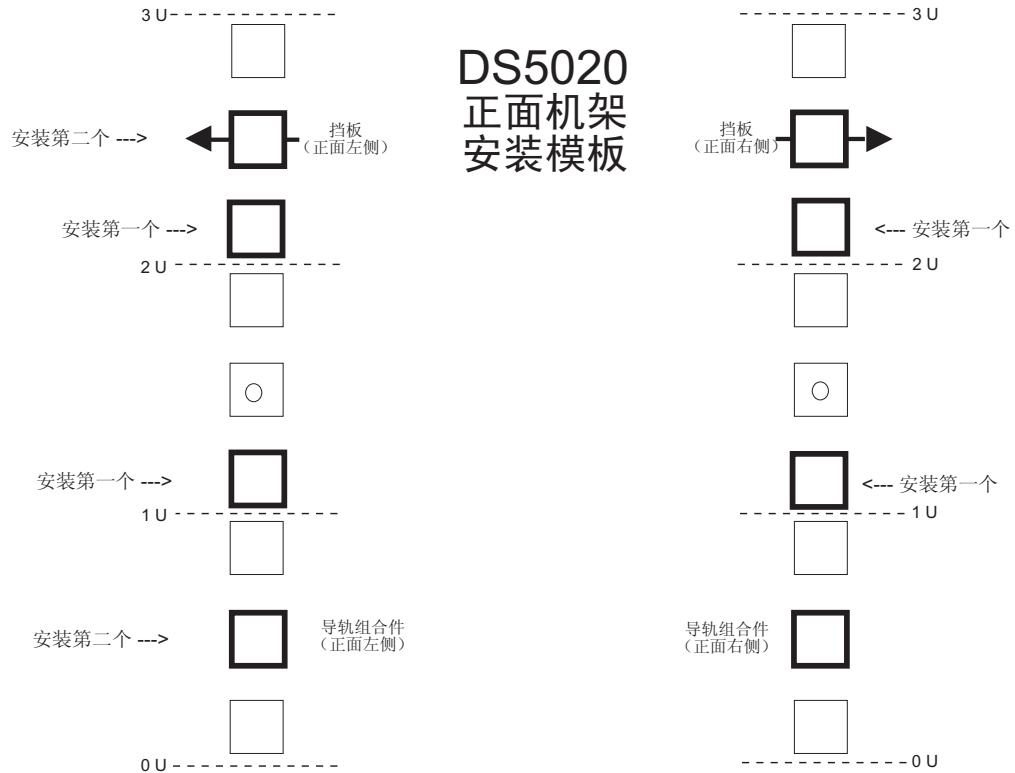
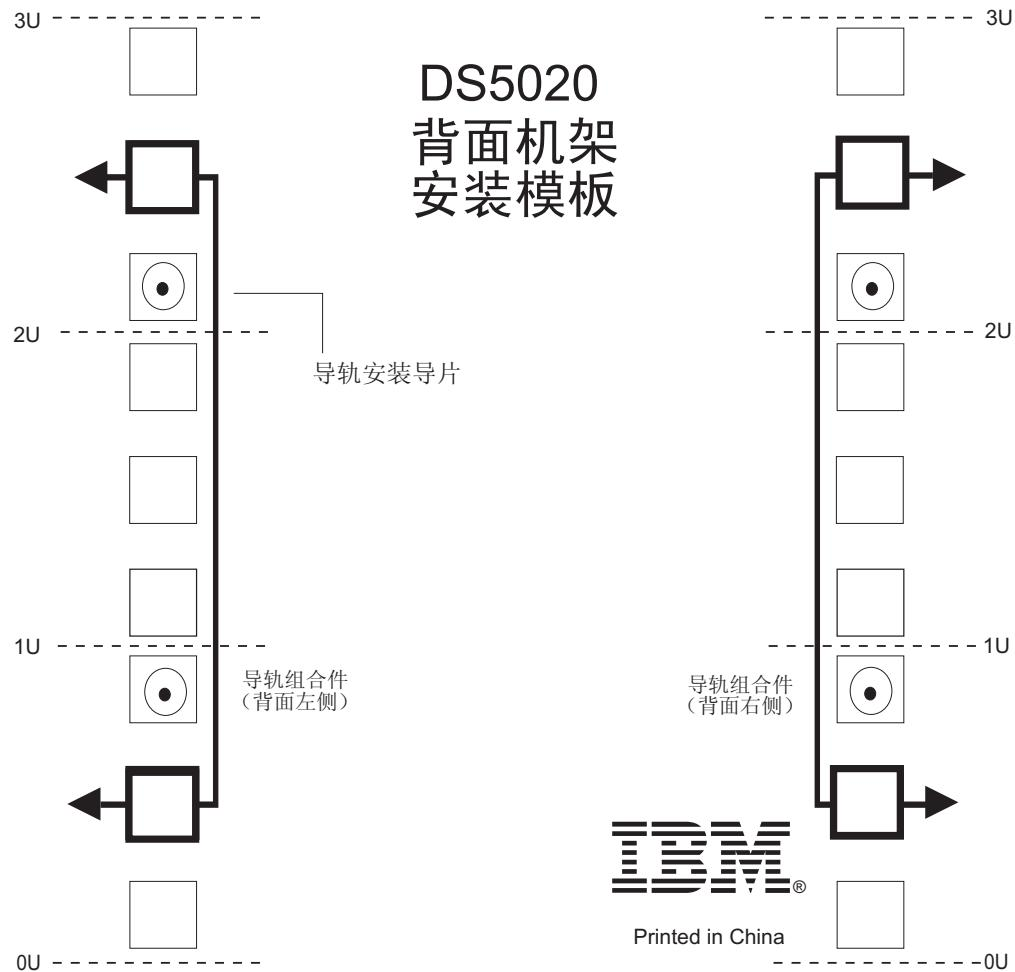

图 13. 前部机架安装模板
图 14. 后部机架安装模板
使用以下模板（第 31 页的图 13 和第 32 页的图 14）来确定将支撑导轨和 DS5020 存储子系统安装到机架式机箱时 M5 螺钉的正确插入位置。模板中突出显示了 M5 螺钉的位置。
**要点:** 在第 163 页的附录 B,『机架安装模板』中提供了机架安装模板的副本。如果您想要从本文档中撕下模板,请使用第 163 页的附录 B,『机架安装模板』中的副本。使用上述模板(第 31 页的图 13 和第 32 页的图 14)来确定将支撑导轨和 DS5020 存储子系统安装到机架式机箱时 M5 螺钉的正确插入位置。模板中突出显示了 M5 螺钉的位置。
- 导轨边缘与存储子系统的底部(第 32 页的图 14 中的 OU 边界)对齐。
- 注:** 确保安装在第 31 页的图 13 中标注为首先安装的螺钉。